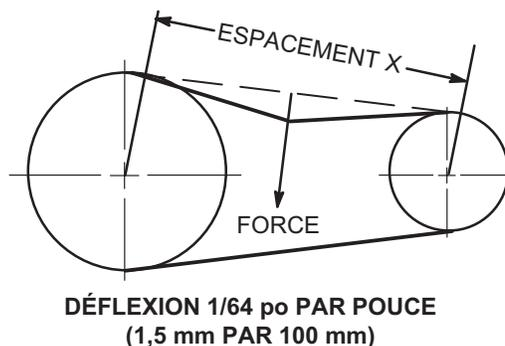

FIGURE 12
- 1 - Mesurez l'espacement X. Reportez-vous à la FIGURE 12.
- 2 - Appliquez une force perpendiculairement au centre de l'espacement (X) avec une pression suffisante pour faire fléchir la courroie de 1/64 po par pouce d'espacement (1,5 mm par 100 mm d'espacement).